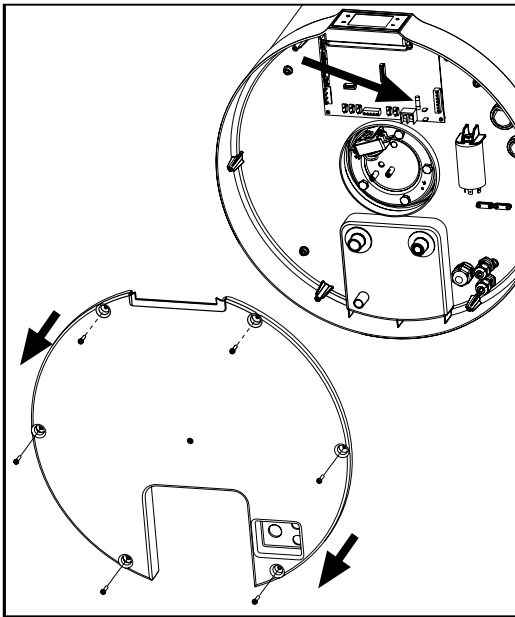

fig. 58
- Desenroscar los tornillos de bloqueo y quitar la tapa inferior (fig. 58).